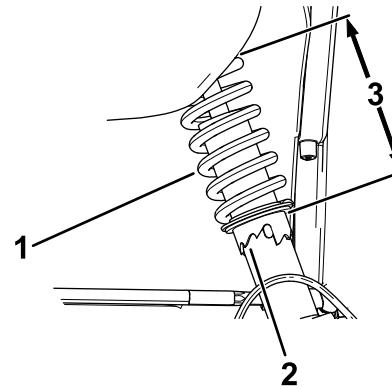

Figura 51
2. Se la campanatura della ruota non è regolata correttamente, usate la chiave fissa per ruotare il collare dell'ammortizzatore per allineare la ruota (Figura 51).